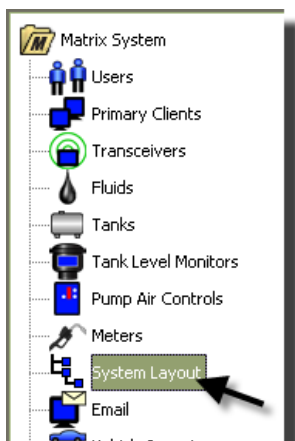

Рис. 123
1. Щелкните на значке «**System Layout**» [Схема системы] (Рис. 123) из перечня на панели системы Matrix. Отобразится экран «System Layout» [Схема системы]. Перед настройкой схемы системы нужно сначала добавить цистерны (стр. 79) и расходомеры (стр. 92).